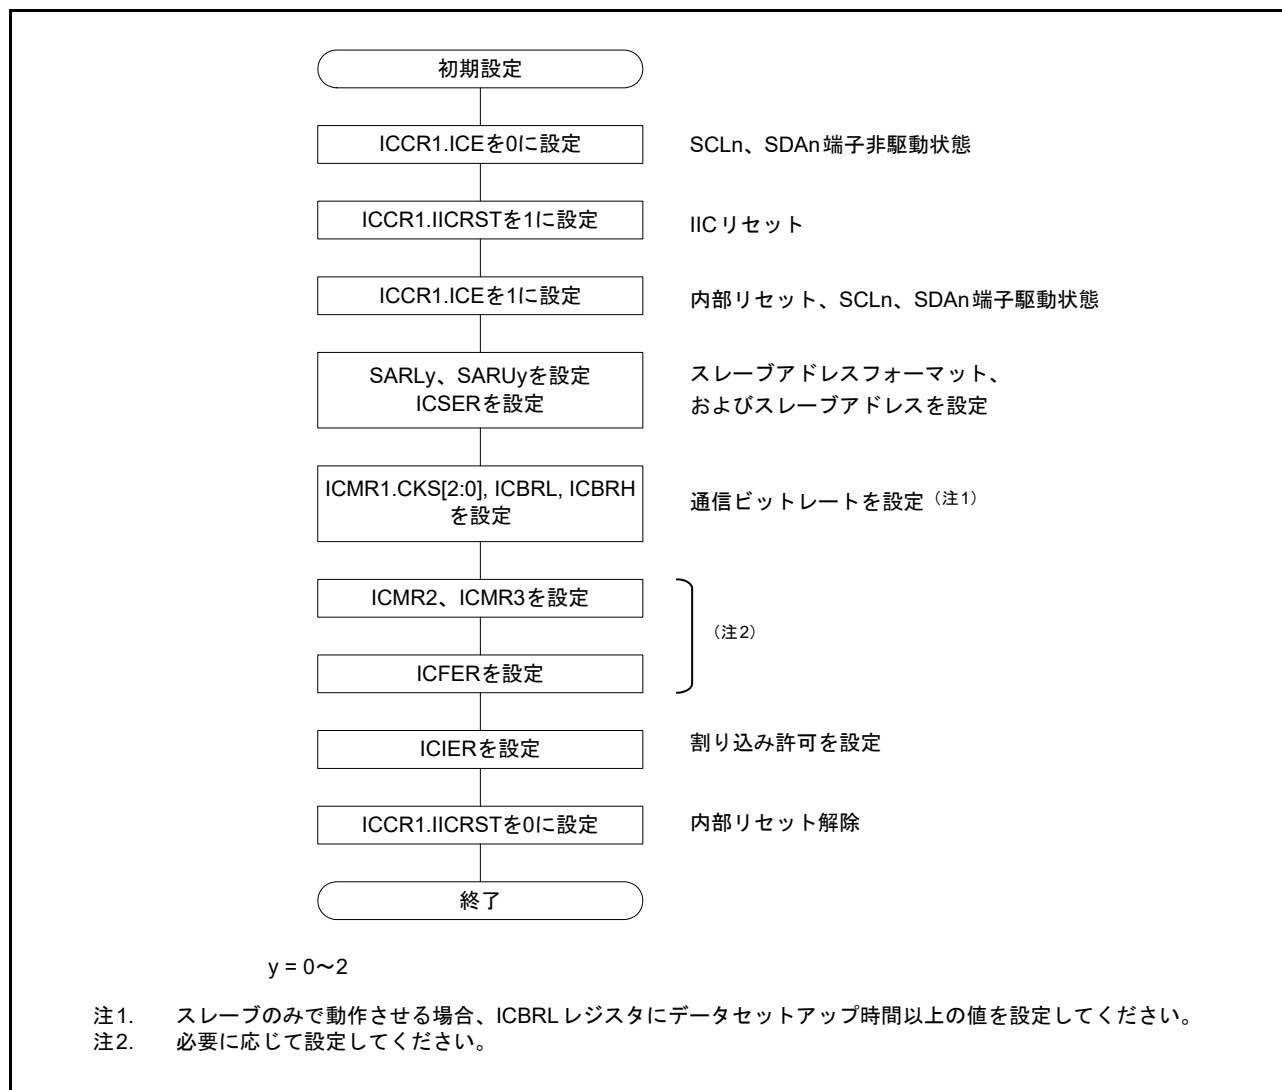

図 30.5 IIC の初期化フローチャート例
データの送受信を開始する前に、図 30.5 に示す手順に従って IIC を初期化してください。
4. SARLy、SARUy、ICSER、ICMR1、ICBRH、ICBRL の各レジスタ (y = 0 ~ 2) を設定します。必要に応じて、それ以外のレジスタも設定します。IIC の初期設定については、図 30.5 を参照してください。